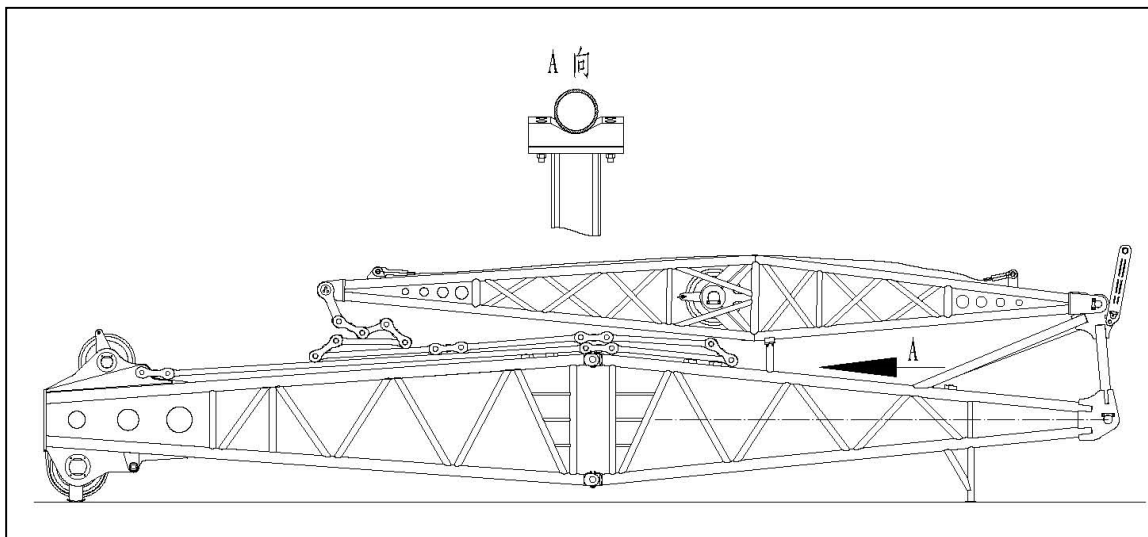

图 2.20.2
- 2、在每一节臂节上都焊有托架（见图 2.20.2 A 向视图）
- 3、为了便于运输，固定副臂及撑架、前拉板在出厂时皆装配的一起，整体运输，如图 2.20.2；